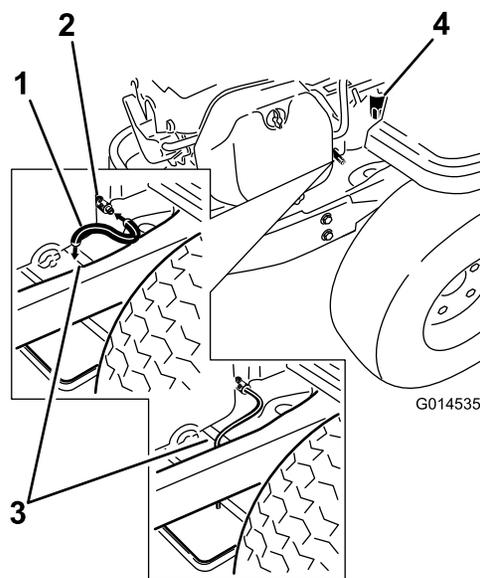

Figura 30
5. Limpie la zona alrededor del tapón de vaciado, situado en el bastidor de la máquina. Localice el tubo de vaciado y colóquelo sobre la válvula de vaciado (Figura 30).
- Place the opposite end of the oil drain hose over the end of the frame (Figura 30).